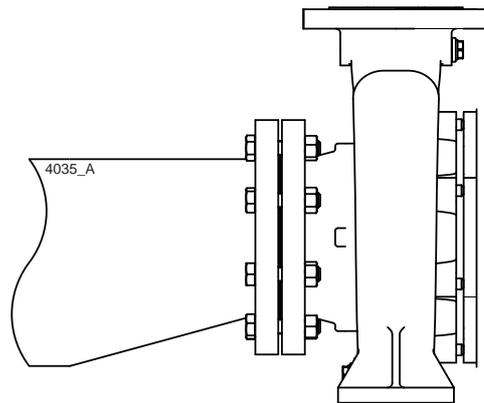

Figura 11: Riduzione eccentrica verso la flangia d'aspirazione.
- Il passaggio del liquido nel tubo d'aspirazione deve essere calcolato con molto margine. La suddetta tubazione deve essere più corta possibile e sistemata in maniera che non sia reso possibile il formarsi di sacche d'aria. Qualora ciò non fosse possibile, deve essere prevista la possibilità di sfiatare l'aria dal punto più alto. Se il tubo d'aspirazione fosse più grande della flangia d'aspirazione, sarà necessario utilizzare una riduzione in modo da impedire la formazione di sacche d'aria e vortici. Vedere la figura 11.